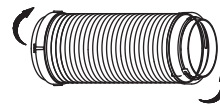
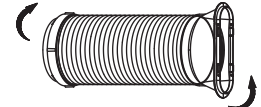

Fig. 16a
Fig. 16b
1. Instalar el adaptador B y el adaptador I sobre la manguera de escape según se muestra en la Fig. 16a o Fig. 16b. Remitirse a las páginas anteriores para la instalación del kit de la ventana.